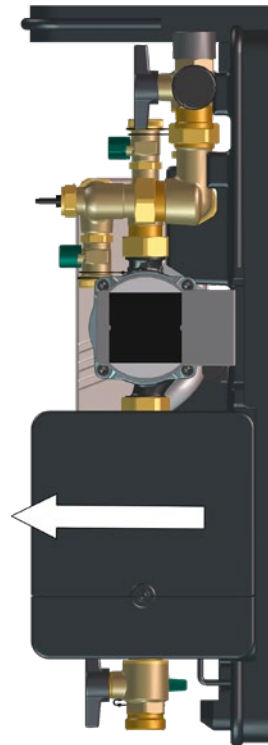

Abb. 27: Regler aus der Unterschale lösen
- 2 Ziehen Sie den Regler vorsichtig von der Unterschale ab wie in Abb. 27 auf Seite 41.